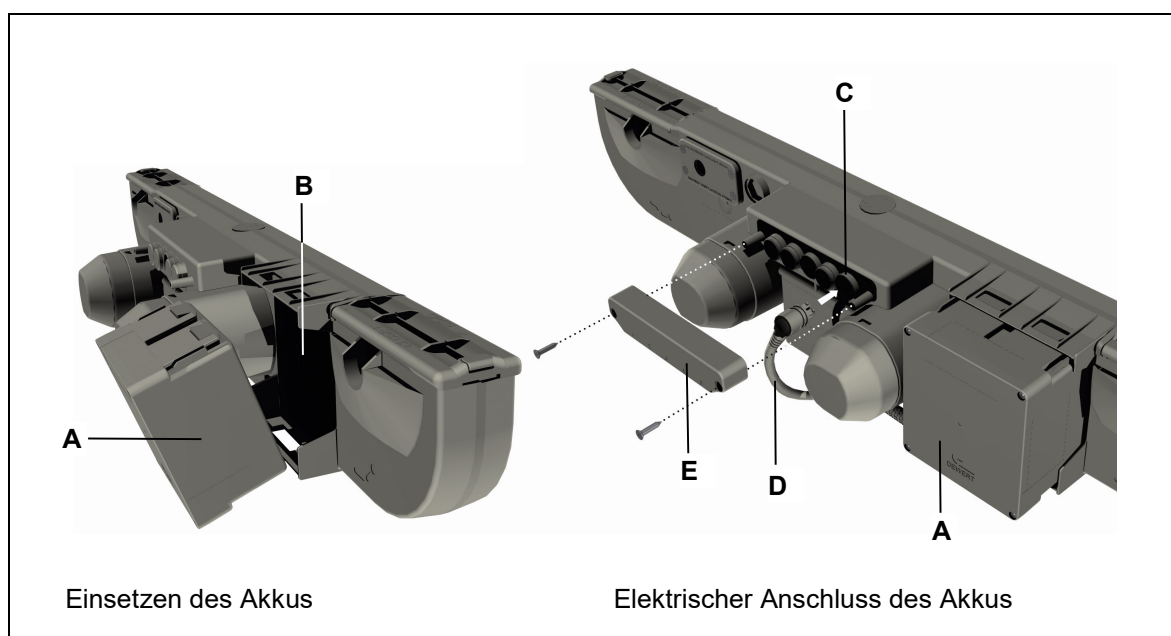

Abbildung 13 Akku-Anschluss am DUOMAT 7
- 11 Montieren Sie die Auszugssicherung wie in Abbildung 13 gezeigt und im Abschnitt „Anschluss einer wieder aufladbaren Batterie“ beschrieben.
- 4 Setzen Sie die Auszugssicherung (**E**) auf und befestigen Sie diese mit zwei Schrauben, wie in der Abbildung 13 gezeigt.
- 1 Entfernen Sie die Auszugssicherung (**E**), wie in Abbildung 13 gezeigt, und ziehen Sie den Akkustecker aus der Buchse (**C**).
- 4 Setzen Sie die Auszugssicherung (**E**) auf und befestigen Sie diese mit zwei Schrauben wie in Abbildung 13 gezeigt.